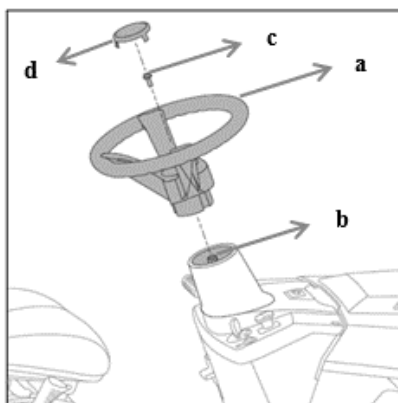

Fig.3
2. Alinee el volante (a) con el eje de dirección (b), deslice el volante hacia abajo por el eje hasta su posición y asegure el volante con un perno con brida hexagonal proporcionado (c, M8*25). (Fig. 3)